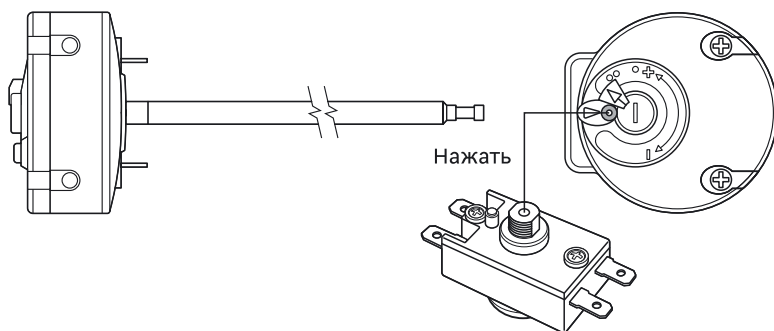

Рис. 3
Регулировка температуры воды во внутреннем баке осуществляется с помощью Кнопок на пульте управления терморегулятора (10), расположенном на защитной крышке водонагревателя. Термостат также содержит термовыключатель – устройство защиты ЭВН от перегрева, которое отключает ТЭН от сети при превышении температуры воды свыше $+95^{\circ}\text{C}$ ($\pm 5^{\circ}\text{C}$). В процессе эксплуатации корпус ЭВН может нагреваться. Срабатывание термозащиты водонагревателя не является его неисправностью. Возврат водонагревателя в рабочее состояние осуществляется нажатием на шток термовыключателя, расположенного под защитной крышкой ЭВН (Рис. 3.)
Сработал или не включен термовыключатель	Отключить ЭВН от сети, снять защитную крышку, нажать до щелчка кнопку термовыключателя (Рис. 3), установить крышку и включить питание